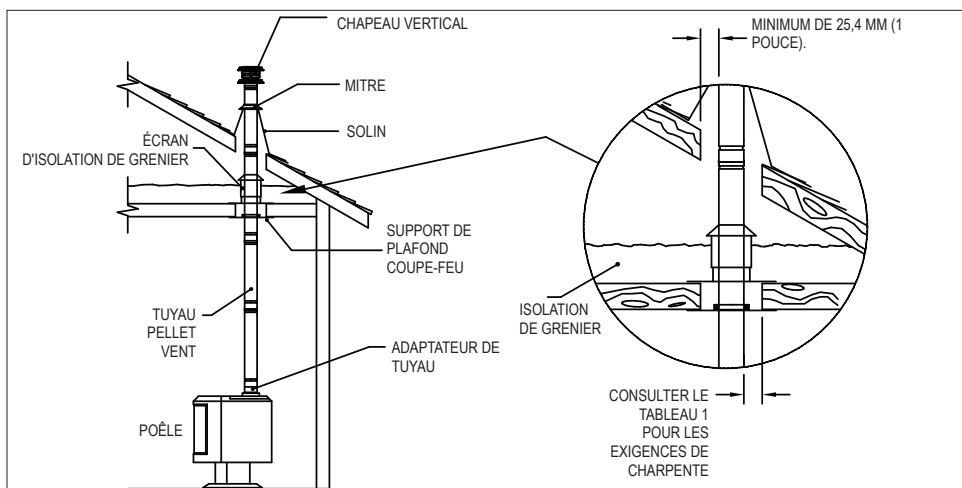
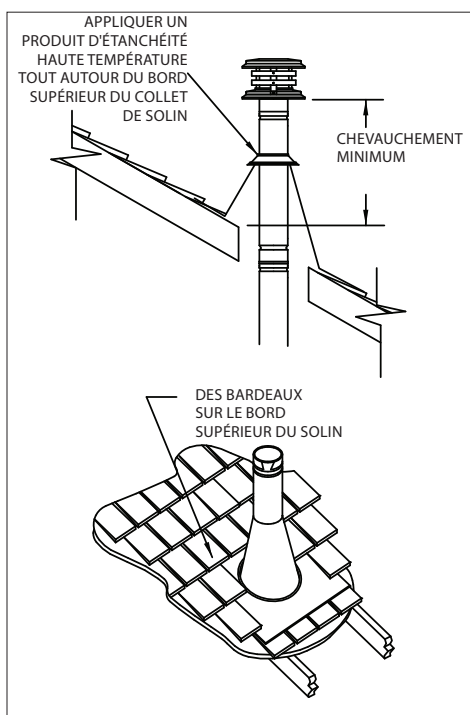
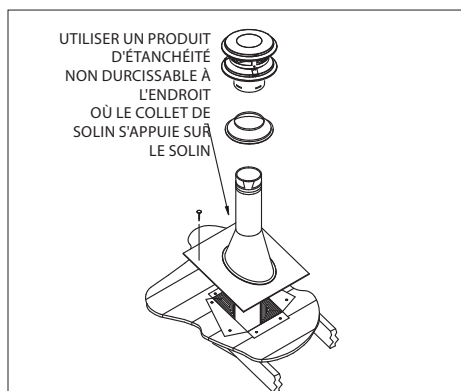

Figure 1
Figure 2
Figure 24
(**Figure 1**) :
F. À l'endroit où le PelletVent entre dans le grenier, installer un écran d'isolation de grenier autour du conduit (**Figures 1 et 3**). Cela empêchera l'isolant et les débris de s'accumuler près du tuyau de ventilation. Utiliser (4) vis à bois pour fixer la base de l'écran d'isolation de grenier au cadre de l'ouverture. Ajuster la hauteur de l'écran d'isolation en faisant glisser l'écran cylindrique supérieur sur celui de la base. Veillez à ce que la partie du haut de l'écran soit au-delà du niveau de l'isolation du bâtiment. Fixer l'écran en place à l'aide d'au moins deux (2) vis à tôle dans la paroi de l'écran cylindrique. Fixer le collier autour de la partie du haut de l'écran d'isolation de grenier.
G. Découper un trou rond ou carré dans le toit en utilisant la même méthode que 2.(B) après avoir déterminé l'emplacement du trou. Toujours percer le trou en tenant compte du dégagement approprié sur les côtés du solin sous les matériaux de recouvrement du toit et le clouer au toit le long du bord supérieur. Ne pas clouer le long du bord inférieur. Sceller toutes les têtes des clous avec un produit d'étanchéité non durcissant.
H. Pour terminer, appliquer un produit d'étanchéité RTV de haute température non durcissant et étanche à l'endroit où la mitre rencontre le tuyau et le solin; faire glisser la mitre vers le bas jusqu'à ce qu'elle accote sur le solin, mettre le chapeau et tourner pour verrouiller (**Figure 2**).
11. Glisser le solin autour de la section de tuyau sortant du toit. Fixer la base au toit avec des clous à toiture **Figure 24**. Veiller à ce que le matériau de revêtement du toit recouvre le bord supérieur du solin (**voir la Figure 2**).